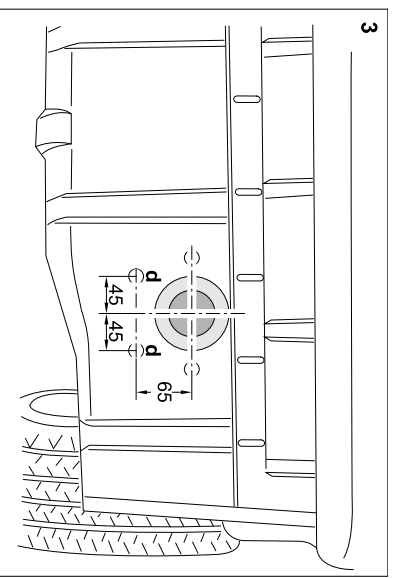

Afb. 2: Boringen bagageruimte links
- 5.) In bagageruimtebodem tussen langsligger links en reservewielkuip, bij centerpunt, gat \varnothing 36 mm boren voor kabeldoorvoer ("y"); zie afb. 2.